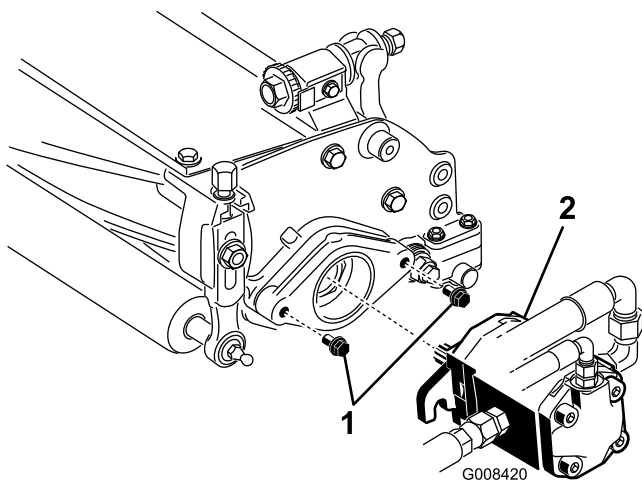

Bild 18
- Bringen Sie die Befestigungsschrauben an, mit denen die Spindeltriebsmotoren an jedem Mähwerk befestigt werden. Lassen Sie ungefähr 13 mm Gewinde an jeder Befestigungsschraube sichtbar (Bild 18).
- Fetten Sie die Keilwelle des Motors mit frischem Fett ein und bringen den Motor durch Drehen nach rechts an, so dass die Motorflansche von den Bolzen entfernt sind. Drehen Sie den Motor nach links, bis die Flansche die Bolzen umhüllen (Bild 18).
- Ziehen Sie die Befestigungsschrauben fest** (Bild 18).